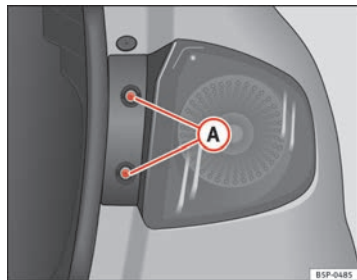

Fig. 192 Luz de población/freno
- Extraiga los tornillos ⇒ fig. 192 **A**.